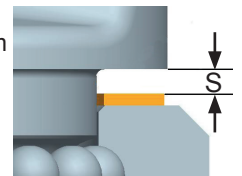

fig. 3: distanza tra parte superiore e inferiore
- non deve essere superato il gioco massimo tra la parte superiore e quella inferiore (fig. 3):